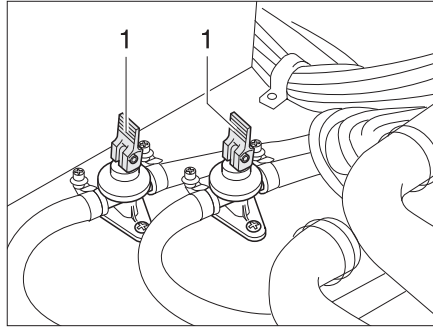

Fig. 119 Rubinetti di scarico
- Chiudere i rubinetti di scarico. A questo scopo, posizionare orizzontalmente le leve a bilanciere (Fig. 119,1).
- Aprire i rubinetti di scarico (Fig. 119). A questo scopo, posizionare verticalmente le leve a bilanciere (Fig. 119,1). Il boiler viene svuotato verso l'esterno tramite i rubinetti di scarico.